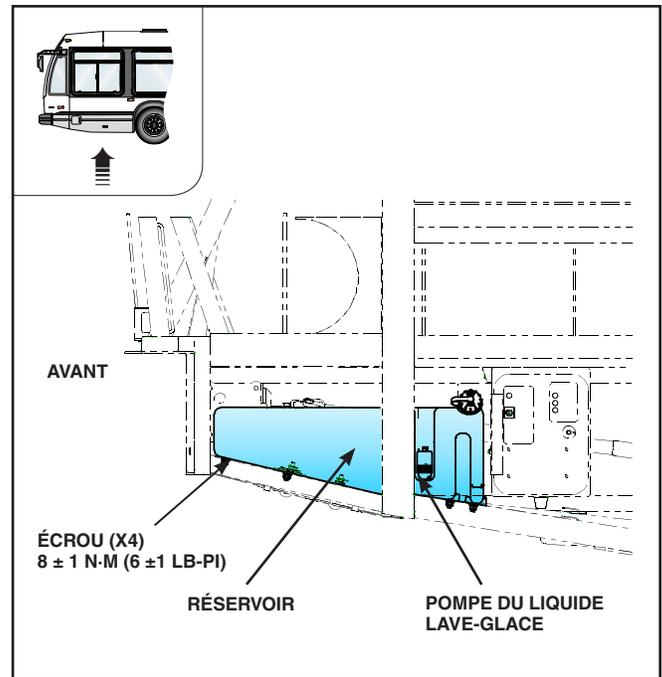

Figure 16 - Installation du réservoir lave-glace
2. Ouvrir la porte d'accès au réservoir de liquide lave-glace, située du côté rue, à l'avant de l'autobus. Voir Figure 16.
2. Fixer le réservoir à la structure. Serrer les écrous des quatre points de fixation au couple de serrage indiqué en Figure 16.